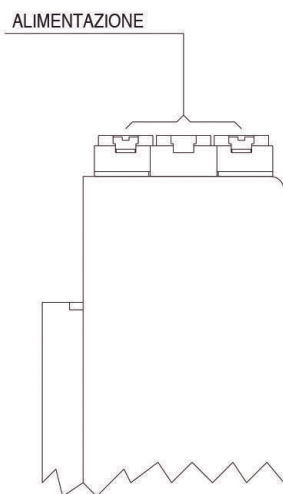

Fig.1
- 1) VERSIONE STANDARD (senza antiripetitore, con antiripetitore, con bobine sottotensione) (Fig.1)